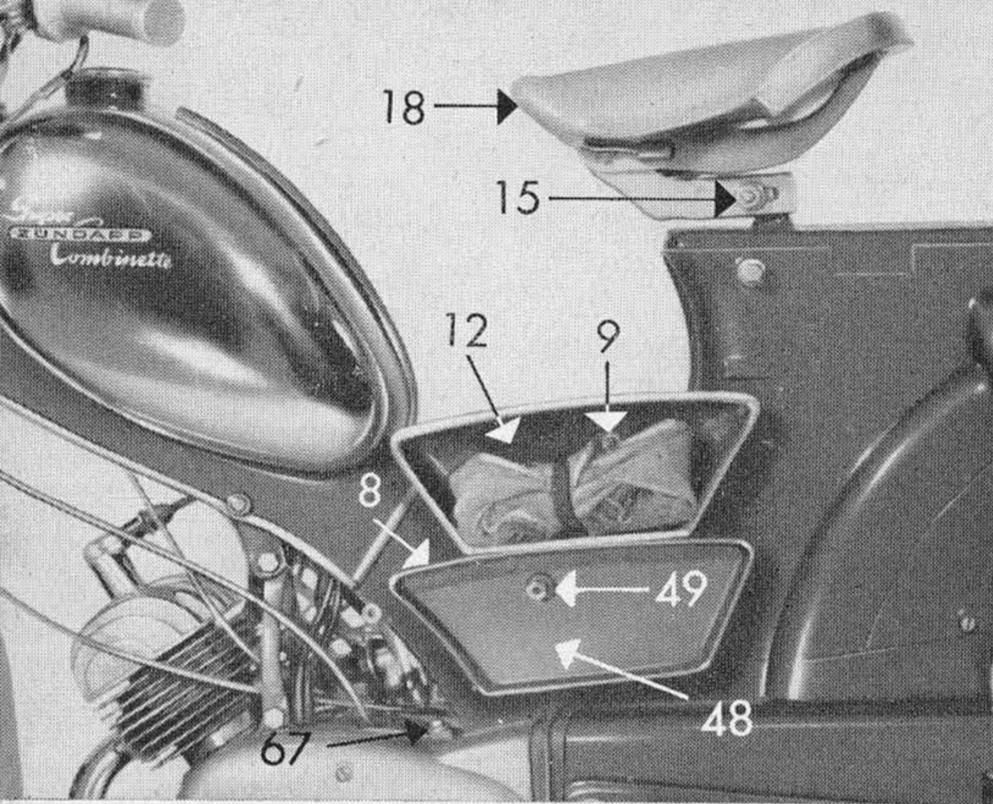
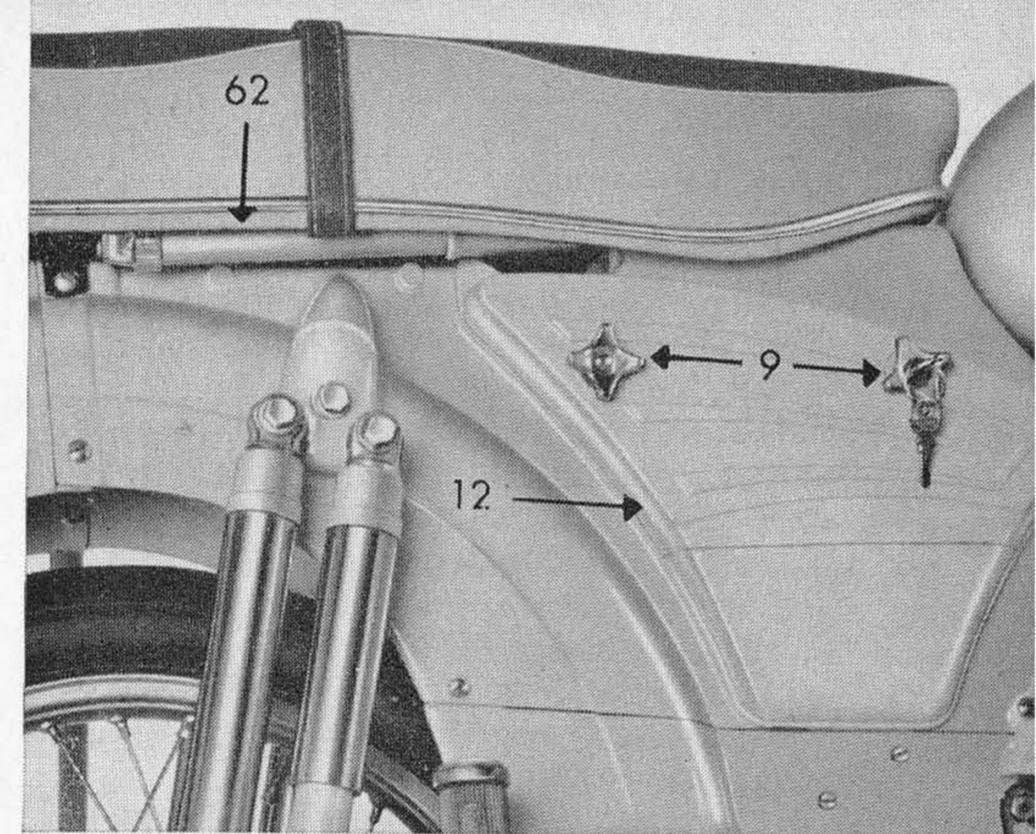

Bild 4
Bild 5
Das Werkzeug ist in der Mitte des Fahrzeugrahmens untergebracht, und zwar: bei allen Fahrzeugen mit Durchstiegrahmen (Bild 4) auf der linken, bei allen Fahrzeugen ohne Durchstiegrahmen (Sportfahrzeuge, Bild 5) auf der rechten Fahrzeugseite.
Der Werkzeugbehälterdeckel 12 ist bei allen Fahrzeugen mit Durchstiegrahmen mit einer Verschlussschraube 9 (Bild 4) und bei allen Fahrzeugen ohne Durchstiegrahmen mit 2 Verschlussschrauben 9 (Bild 5) befestigt. Nach
Herausdrehen derselben kann der Deckel abgenommen werden. In die Verschlussschraube (Bild 5) ist ein Sicherungsschloß eingebaut, das durch Einführen des Schlüssels entsperrt wird (gilt nur für Sportfahrzeuge).
1. Der Sattel (Bild 4)
Die Verstellung des Sattels (Bild 4)
Einstellung der Sattelfederung (Bild 4)
Zum Aufpumpen kann man entweder eine Luftpumpe 62 (Bild 5) oder auch
Preßluft von der Tankstelle verwenden. Ist das Fahrzeug mit einer Sitzbank ausgerüstet, so befindet sich die Luftpumpe 62 an der Innenseite derselben (Bild 5); andernfalls ist sie an der linken Seite des Gepäckträgers befestigt.
Bei allen Fahrzeugen **mit** Durchstiegrahmen muß der Werkzeugbehälterdeckel 12 nach Herausdrehen der Verschlussschraube 9 abgenommen, das Werkzeug entfernt, die Schraube 49 gelöst und der Verschlussboden 48 (Bild 4), der die Rückwand des Werkzeugraumes bildet, herausgenommen werden.